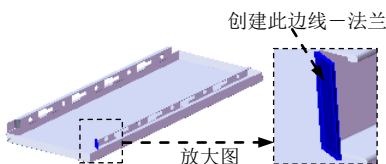
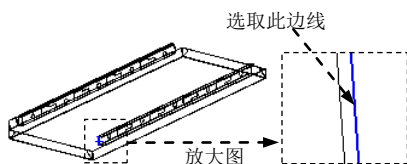

图 17.9.68 创建边线—法兰 17
图 17.9.69 定义特征的边线
Step31. 用相同的方法创建另一侧的边线—法兰 17 (图 17.9.68), 边线法兰的边线如图 17.9.69 所示。详细操作过程参见 Step29。